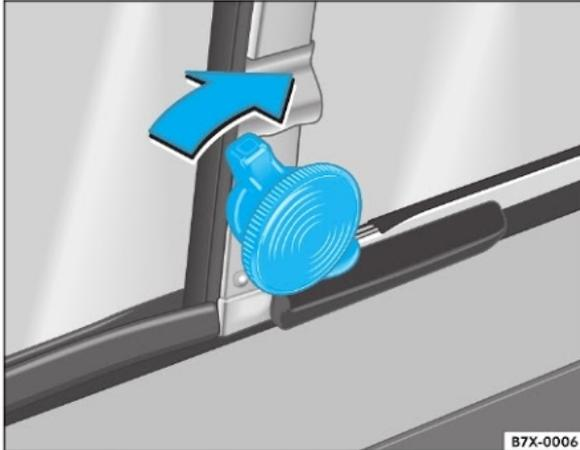

Fig. 32 Abertura do quebra-vento dianteiro
- Gire o botão ⇒ fig. 32 no sentido da seta e desloque a janela até a posição desejada.